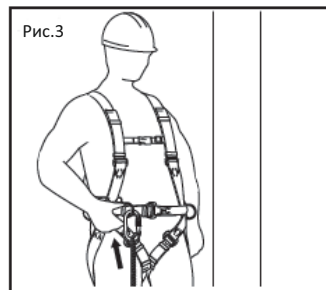

Рис.3
- Присоедините один из карабинов стропа к элементу крепления для рабочего позиционирования (боковому кольцу) поясного ремня (рис. 3).